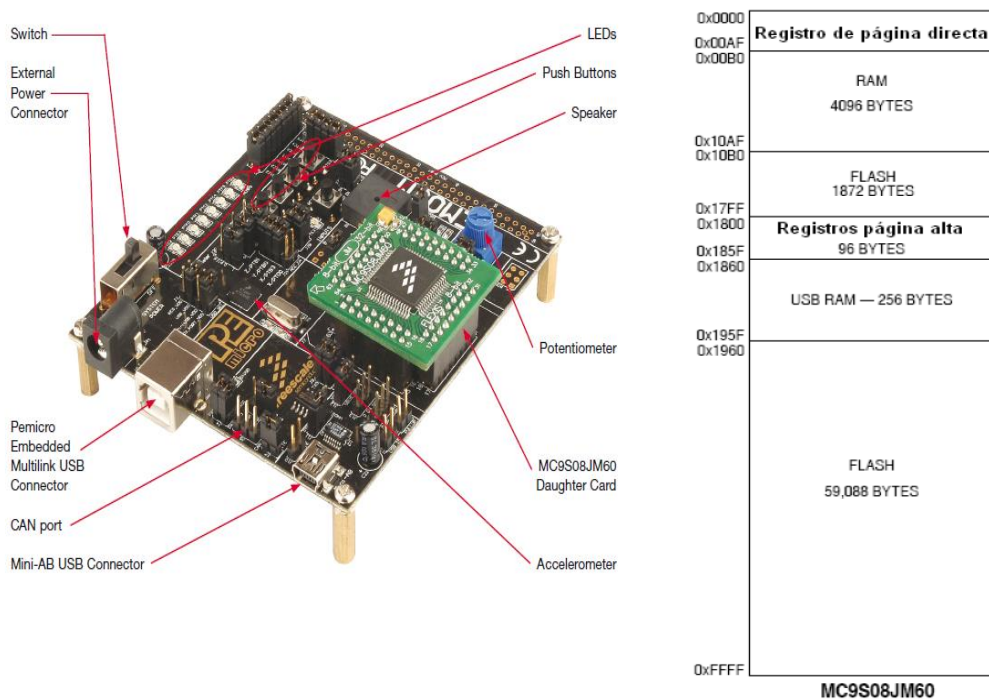

Figura 3.1 Tarjeta DEMOJM y mapa de memoria del MC9S08JM60.
1.-Explicación teórica de las características fundamentales de la tarjeta DEMOJM de FREESCALE, figura 3.1.